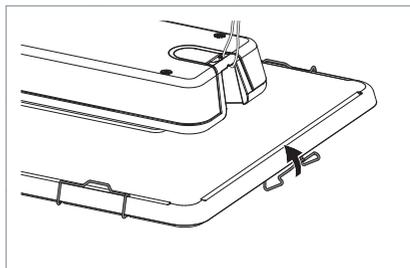

Fig. 14: Fissaggio del vetro di protezione.
- ▶ Fissare il vetro di protezione sull'apparecchio d'illuminazione, chiudendo tutte e sei le staffe verso l'alto, vedi Fig. 14.